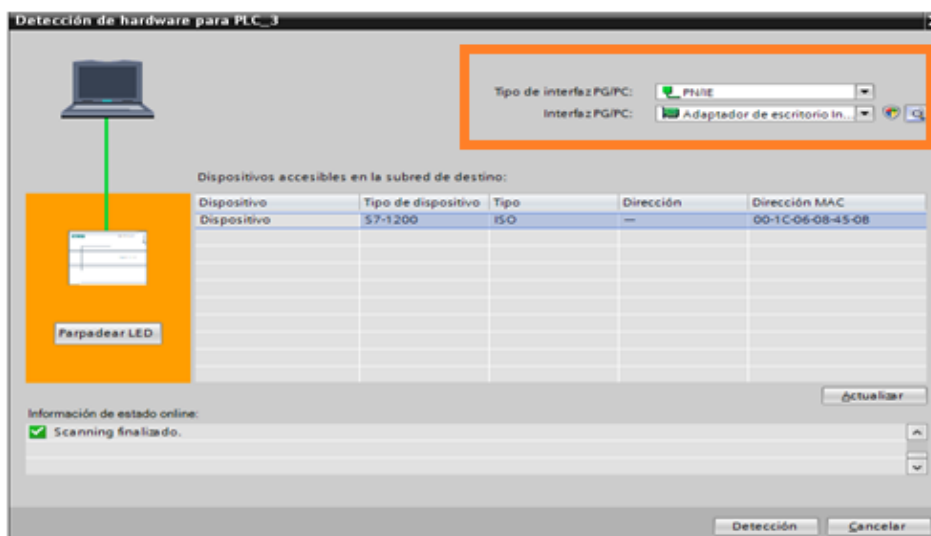

Figura 8. Detección de Hardware.
5.11. Después de dar clic en “determine” se despliega la pantalla de la Figura 8. En la cual se va a seleccionar la tarjeta de red de la PC. En la parte superior derecha seleccionar la tarjeta de conexión Ethernet, luego de esto empieza a detectar los dispositivos que estén conectados automáticamente.